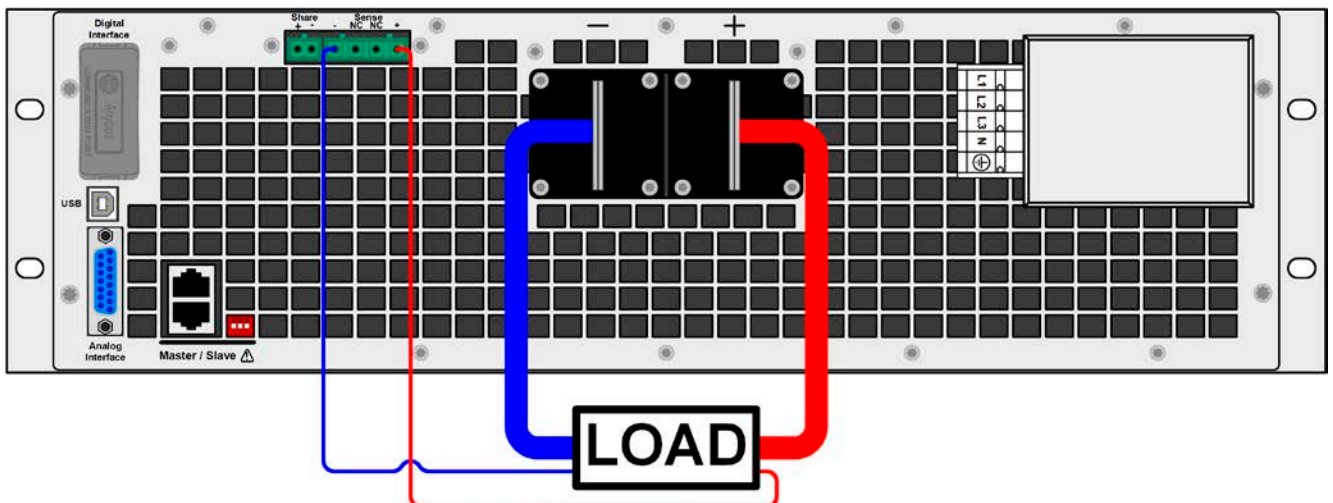

Рисунок 10 - Пример соединения удалённой компенсации падения напряжения
- Удалённая компенсация напряжения эффективна только при режиме постоянного напряжения (CV) и для других режимов работы, вход sense должен быть отключен по возможности, тогда как его подключение ведёт к увеличению колебаний.
- Кабели sense должны быть подключены + к + и - к - нагрузки, в противном случае sense вход источника питания будет поврежден. Смотрите Рисунок 10 ниже.